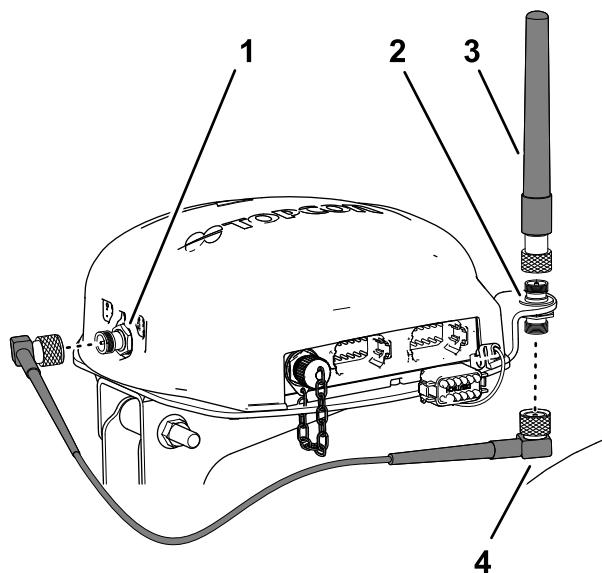

Рисунок 158
- Подсоедините antennу RTK к верхнему фитингу коаксиального разъема и затяните рифленую гайку на antennе от руки (Рисунок 158).
| 4. Подсоедините, не затягивая, кабель antennы к нижнему фитингу коаксиального разъема (Рисунок 158). | |
разъему сотового модема CDMA или GSM (Рисунок 158).
- Подсоедините кабель антенны к коаксиальному разъему сотового модема CDMA или GSM (Рисунок 158).